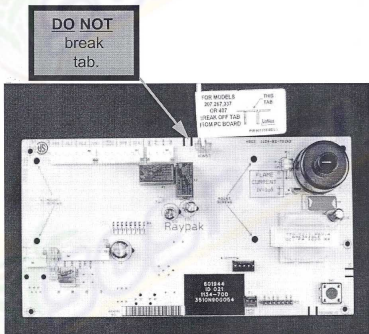
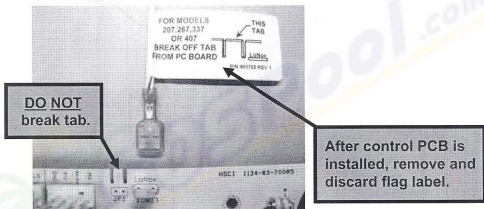

Fig. 10
Fig. 11
1. DO NOT break tab See **Fig. 10** and **Fig. 11**.